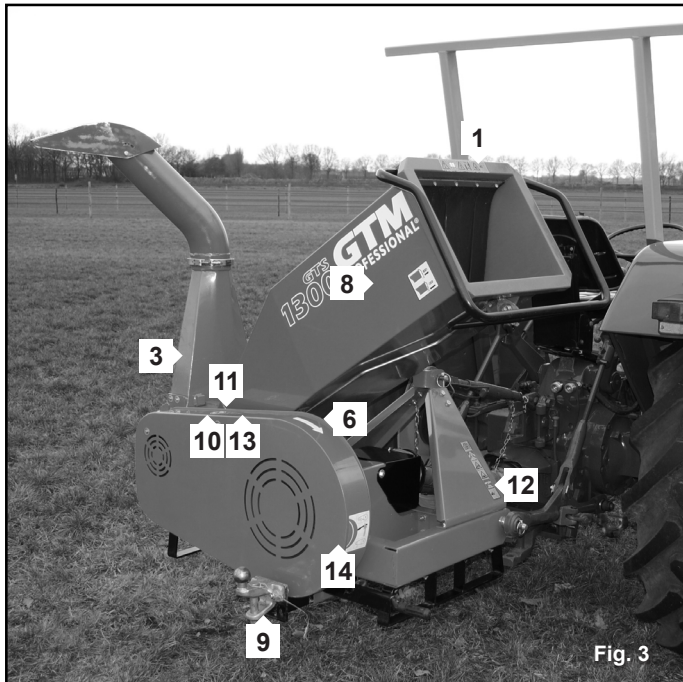

Fig. 3
2.4 Uitleg van stickers en veiligheid symbolen (Fig. 3 en 4)